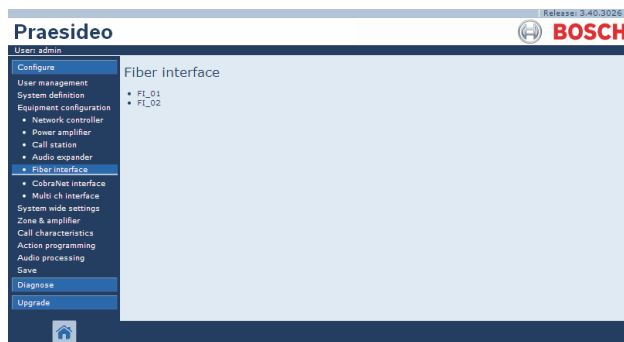

figura 44.50: Configurar uma interface de fibra, passo 1
- 1 Vá para *Configure > Equipment configuration > Fiber interface*. Aparece um ecrã semelhante ao da figura 44.50 na moldura principal da interface da Web.